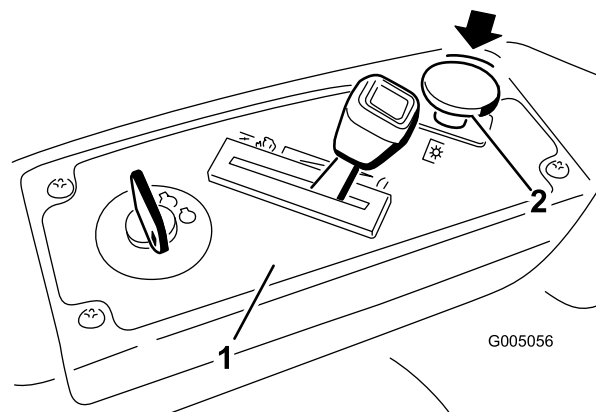

Figura 12
Para desengranar las cuchillas, mueva el mando de control de las cuchillas a Desengranado (Figura 12).
1. Desengrane las cuchillas moviendo el mando de control de las cuchillas a Desengranado (Figura 12).